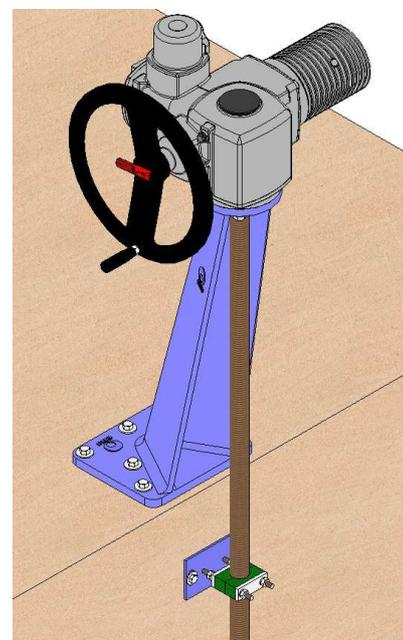

fig. 21
- Possibilité de colonne inclinée (fig. 21).